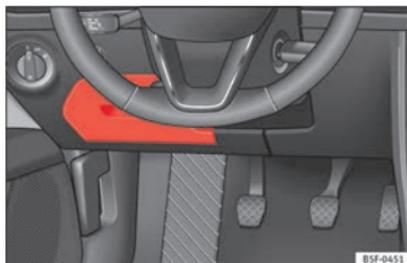

Fig. 100 En el tablero de instrumentos del lado del conductor: tapa de la caja de fusibles.
- **Abrir:** abata la cubierta hacia abajo »» **fig. 100.**